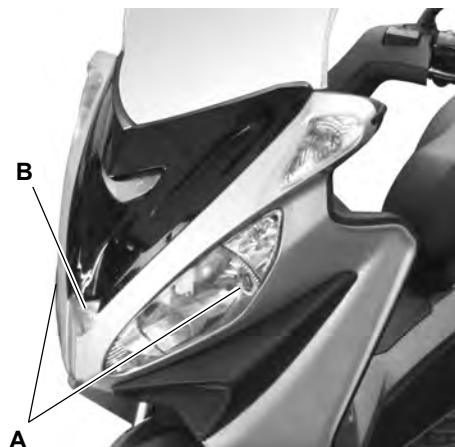

Fig. 37
- **Code/phare de route** (A - Fig. 37)
- **Feu de position** (B - Fig. 37)